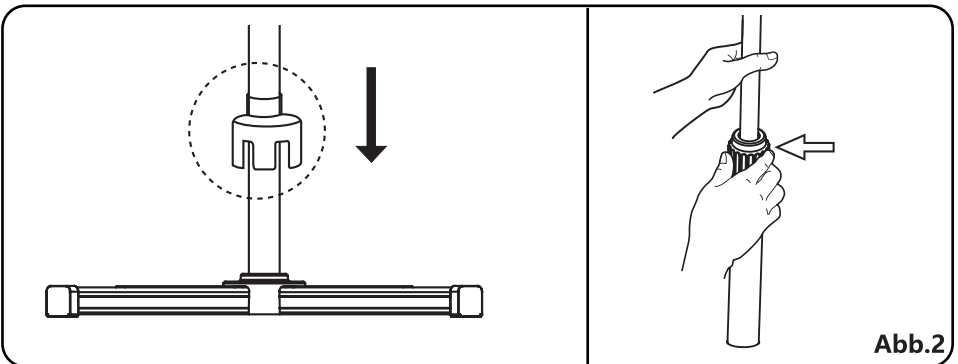

Abb.2
2. Lockern Sie den Höheneinstellring, um ihn zu lösen, und schieben Sie dann die Schraubenabdeckung nach unten. Heben Sie den Innenpol auf die maximale Höhe an, während Sie verhindern, dass der Innenpol in den Verlängerungspol rutscht. Befestigen Sie dann den Höheneinstellring wieder und ziehen Sie ihn fest. (Abb. 2)